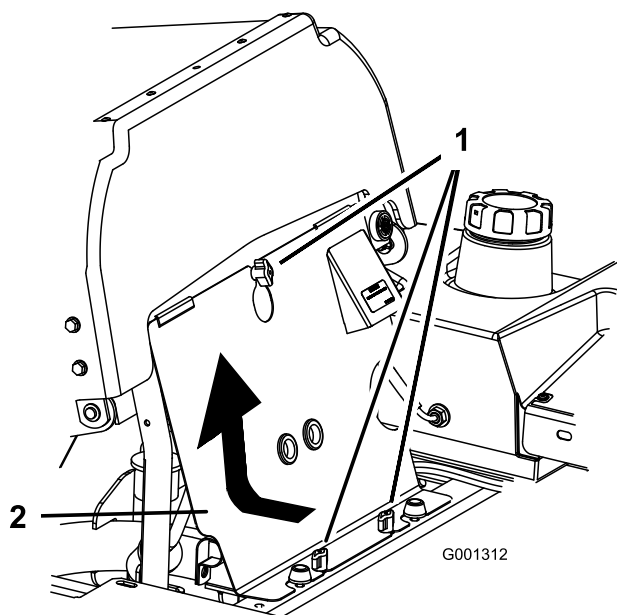

Figura 62
1. Incline o banco para a frente e retire o painel dianteiro do motor (Figura 62).